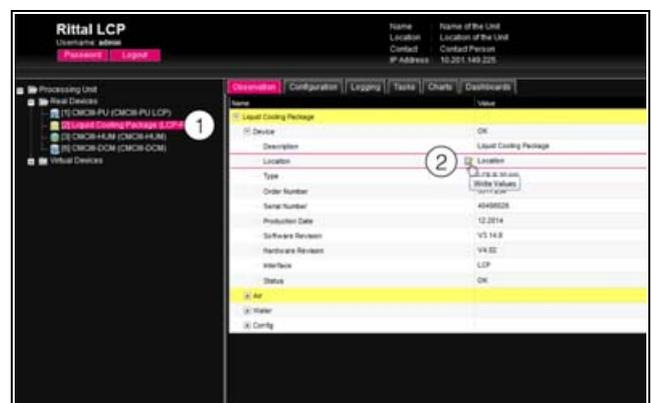

Abb. 78: Auswahl eines einzelnen Parameters
- Klappen Sie nacheinander die Einträge „Liquid Cooling Package“ und „Device“ aus, indem Sie auf das „Plus“-Zeichen vor dem Eintrag klicken (Abb. 78, Pos. 1).
- Setzen Sie den Mauszeiger an das Ende der ersten Spalte in der Zeile „Location“ (Abb. 78, Pos. 2).